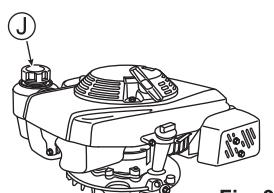

Fig. 9
1. Ouvrez le bouchon du réservoir à carburant (J) et ajoutez le carburant. Essuyez immédiatement avec un chiffon si de l'essence à coulé. (Voir Fig. 9)
2. Refermez bien le bouchon du réservoir à carburant (J) après ravitaillement.